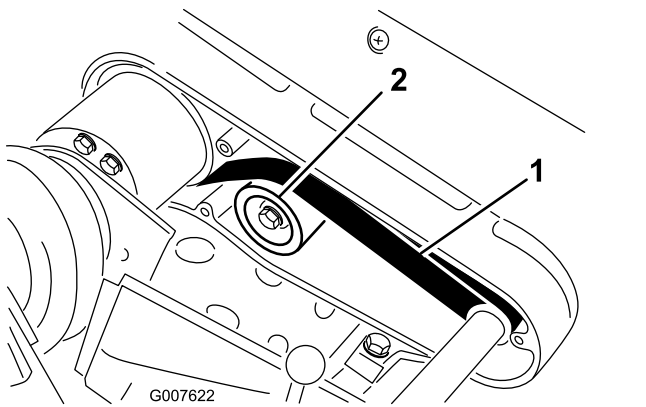

図 39
2. プーリ間の中央部で 図 39、2.32.7kg 程度の力でベルトを指で押して張りを点検する。
- A. アイドラプリー固定ナットをゆるめ、プーリをベルトの背に押しつけて、適当な張りを出す 図 39。